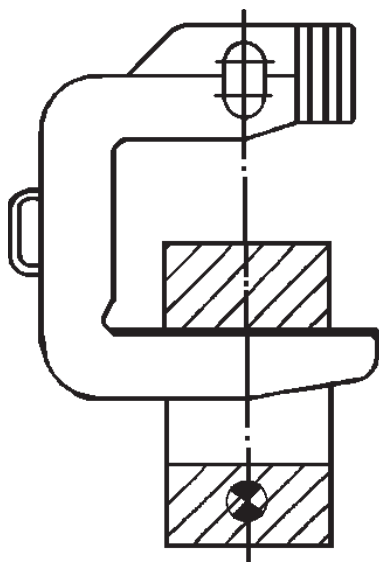
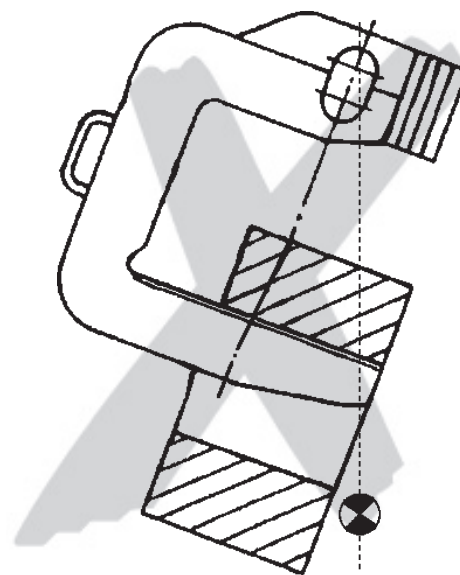
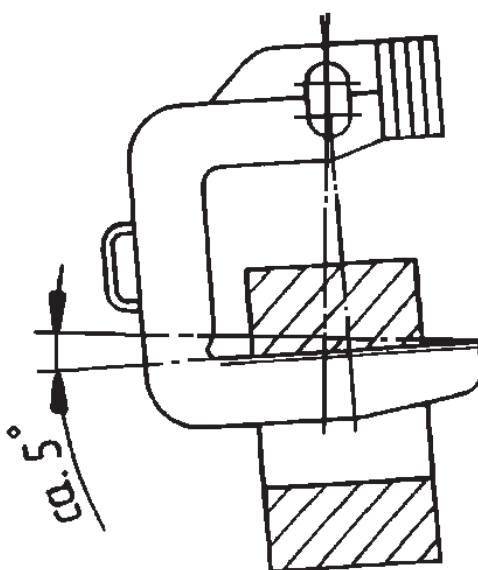

Fig. 2
Fig. 3
Fig. 4
- El centro de gravedad debe estar situado siempre bajo la anilla de suspensión del gancho C en dirección perpendicular (Fig. 2), de otra forma resultará en una inclinación no permisible que pueda causar la caída de la carga (Fig. 3). Es útil, si el centro de gravedad está desplazado ligeramente hacia un lado del marco de la base estacionaria hasta que se alcance una inclinación de la uña de unos 5° aproximadamente (Fig. 4).